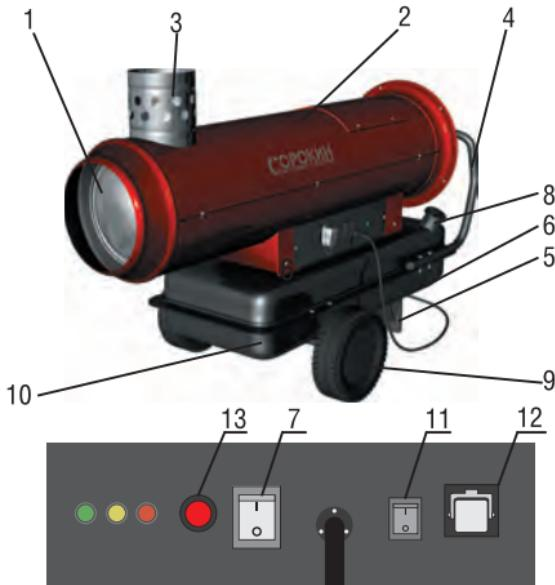

Рисунок 1. Устройство изделия на примере 32.255
1. Вставьте ось в подставку 5 (рис.1). На каждый конец оси наденьте прокладку колеса, а затем плоскую шайбу.
6. Совместите отверстия крепления ручки 4 (рис.1) с отверстиями для крепления в топливном баке 10 (рис. 1). Пропустите болты через отверстия ручки – отверстия крепления топливного бака – отверстия подставки и наживите на них гайки. Установив все болты, туго затяните все гайки ключом.
3. Для заправки необходимо снять крышку топливного бака 8 (рис. 1), под которой располагается топливный фильтр.
- переведите выключатель 7 (рис.1) в положение «Вкл».
- нажмите кнопку пуска 11 (рис. 1).